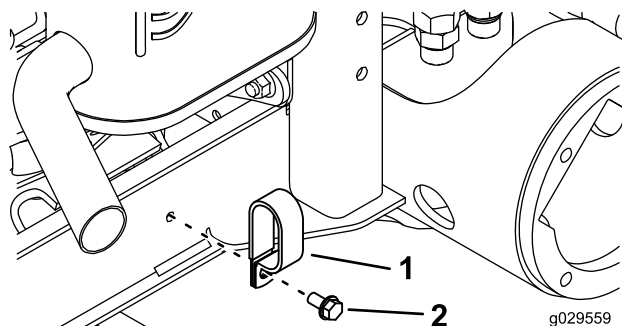

Figura 2
1. Retire o parafuso que prende a braçadeira de tubos ao canal da estrutura do lado direito da máquina (Figura 2).